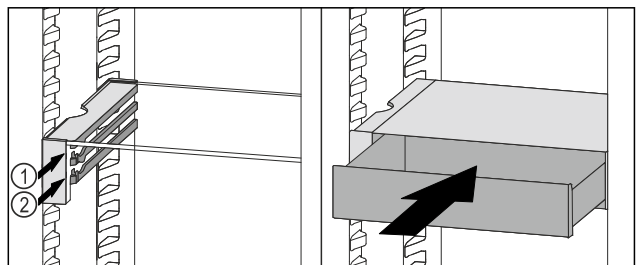

Fig. 66
- ▶ Установите выдвижной ящик VarioSafe за стопоры на требуемый выступ Fig. 66 (1) или Fig. 66 (2).